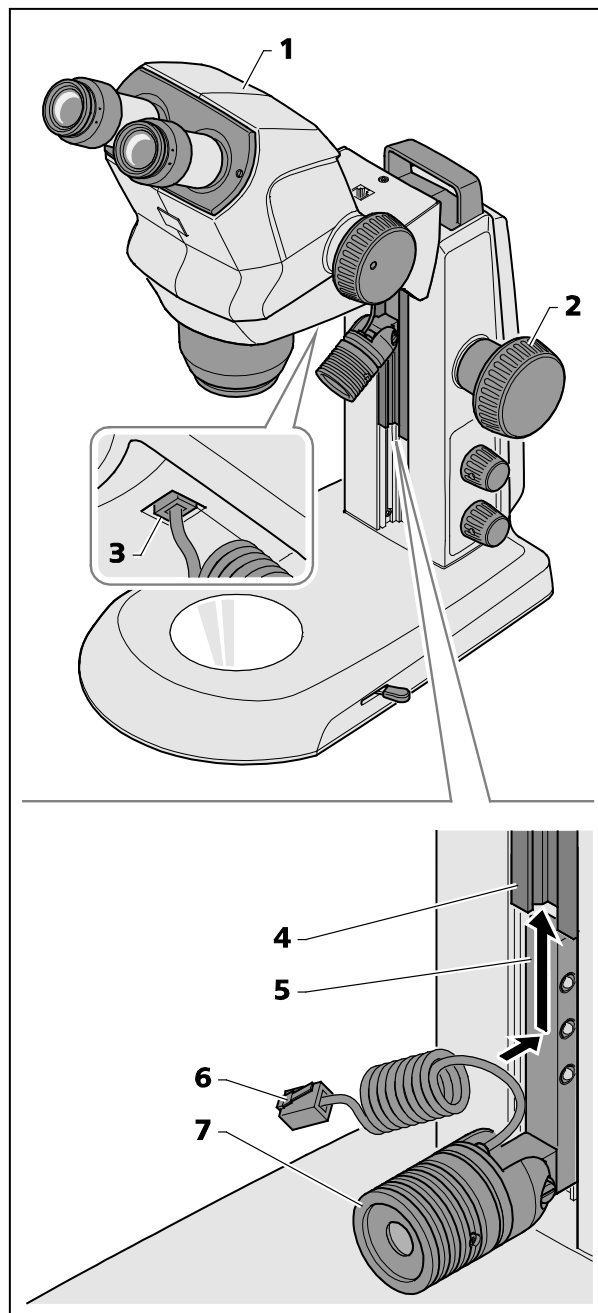

図 8 スポットライトの取り付け
- 焦点調節ノブ (図 8/2) を使って、顕微鏡本体 (図 8/1) を一番上の位置に移動させます。
- スポットライト (図 8/7) をホルダー (図 8/5) と共に下側からスタンドのガイド (図 8/4) にセットし、希望の位置まで上側にスライドさせます。
- スポットライトの接続ケーブル (図 8/6) を Stemi キャリアの下側のソケット (図 8/3) に差し込みます。